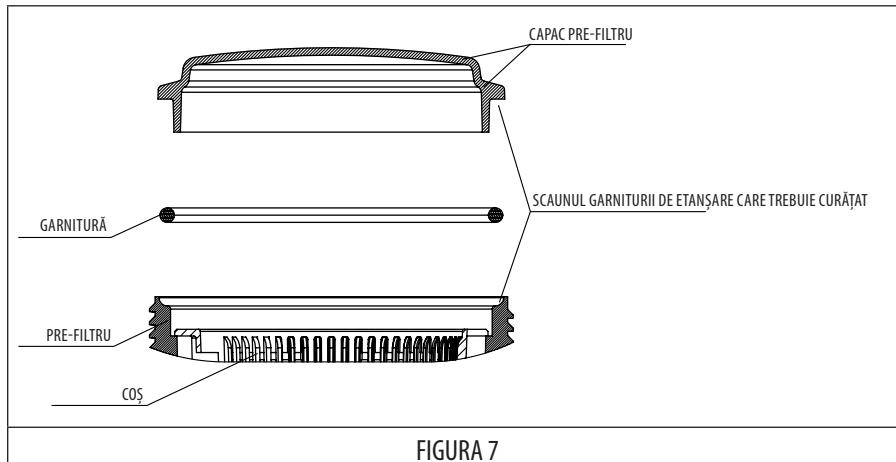

FIGURA 7
- De fiecare dată când se deschide elementul de prefiltrare, curătați scaunul garniturii și garnitura însăși de impurități pentru a asigura etanșarea atunci când este închis capacul (FIGURA 7).